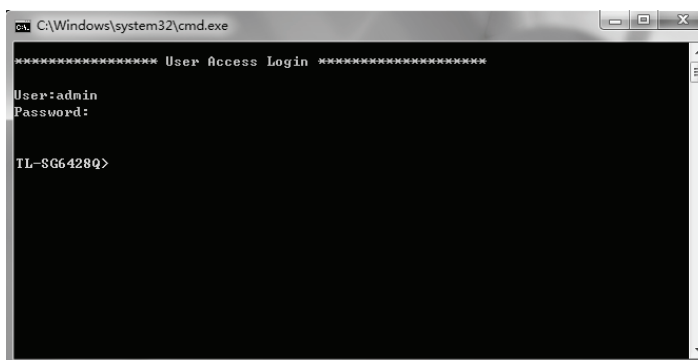

图5-8 登录交换机
4. 输入登录的用户名和密码（默认值均为“admin”），回车即可登录，如图5-8。